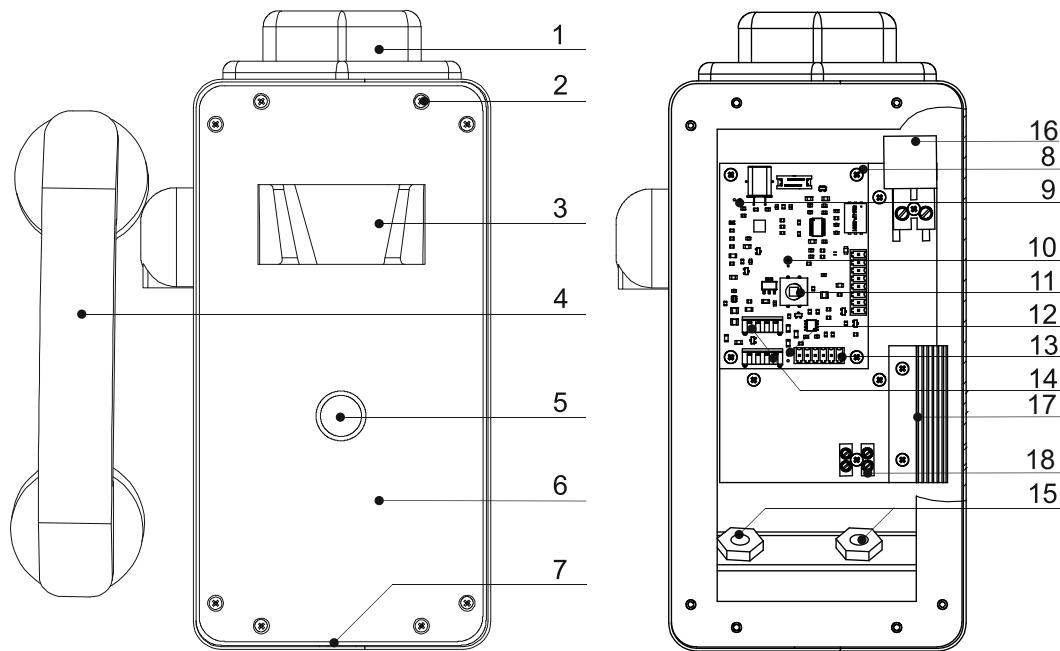

Рисунок 1. Внешний вид АВУ исполнение «Т» и вид на АВУ со снятой крышкой.
АВУ имеет два 4-х контактных разъема рис. 1. поз. 14. Разъемы включены параллельно и предназначены для питания АВУ и организации связи с ЛБС и другими вызывными устройствами по интерфейсу RS485.
Шестиконтактный разъем рис. 1 поз. 13 предназначен для подключения кабеля от крышки АВУ к печатной плате устройства. Данный кабель должен быть подключен по окончании монтажа АВУ, перед установкой крышки.
Клеммы рис. 1 поз. 18 предназначены для подключения питания подогревательного элемента.
3). Снимите крышку АВУ. Подключите к разъемам рис. 1, поз. 14 линии связи с ЛБС и другими АВУ системы. АВУ подключаются к линии связи с ЛБС последовательно, соединений типа «звезда» на одной линии не допускается. Для удобства подключений АВУ имеет два разъема, контакты которых соединены параллельно. К одному разъему подключается линия связи от ЛБС или предыдущего АВУ в линии, ко второму – линия связи со следующим АВУ. Назначение разъемов и контактов АВУ указано в приложении 1. Схема подключения АВУ к ЛБС приведена в приложении 2.
4). Включите согласующие резисторы у последних АВУ в каждой линии. Включение резистора выполняется установкой перемычки на два контакта рис. 1, поз. 12.
- 5). Подключите силовой кабель для питания подогревательного элемента к клеммам поз. 18 рис.1.
- 7). Подключите кабель от крышки АВУ к разъему рис. 1 поз. 13. Установите крышку АВУ на место, закрепите ее винтами.
запрограммировать это АВУ в систему. Для смены адреса на заводской необходимо на клеммы АВУ рис. 1 поз. 9 установить перемычку, после этого подать питание на АВУ. Адрес АВУ будет заменен на заводской. После этого необходимо снять перемычку и запрограммировать АВУ в систему.